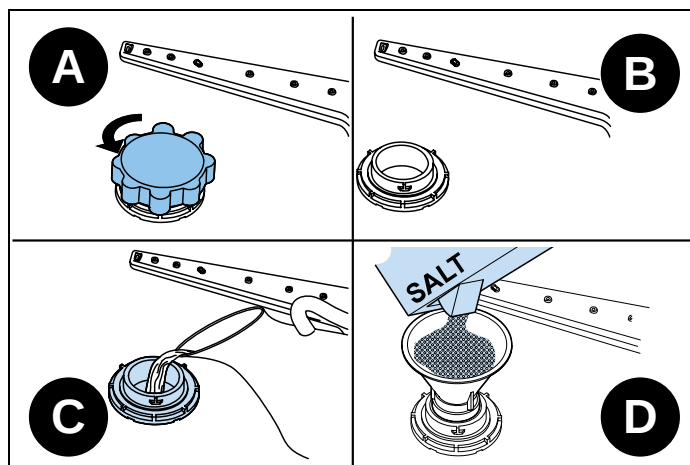

Fig. 74
- 1) Per riempire la lavastoviglie di sale, rimuovere il cestello inferiore e aprire il tappo dello scomparto del sale ruotandolo in senso antiorario. Fig. 74 A-B
- 2) Al primo utilizzo, riempire lo scomparto con 0,6 kg di sale e acqua Fig. 74 C fino al livello di traboccamento. Se disponibile, usare l'imbuto (Fig. D) per facilitare il riempimento.